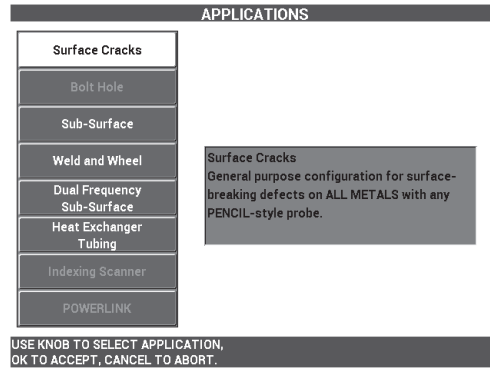

Figura 5-54 Aplicação Surface Cracks (trinca na superfície)
2. Pressione a tecla de menu ADV SETUP (  ) uma vez e, então, selecione **APPL SELECT** (tecla A) para abrir o menu aplicação de seleção. Selecione **Surface Cracks** com o botão e, em seguida, pressione  para aceitar (veja Figura 5-54 na página 170).